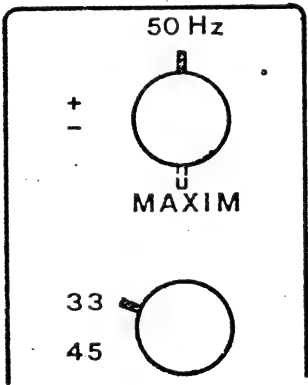

BILD 4
6. Jetzt drehen Sie das Potentiometer für die Feinregulierung P 1 auf Anschlag im Uhrzeigersinn und vergleichen Sie seine Position mit dem Bild 4.
7. Feinregulierungs-Potentiometer P 1 in die Position 50 Hz (gemäss Bild 4) zurückdrehen. Jetzt sollen die oberen Balken auf dem Stroboskopring stillstehen. (Die oberen